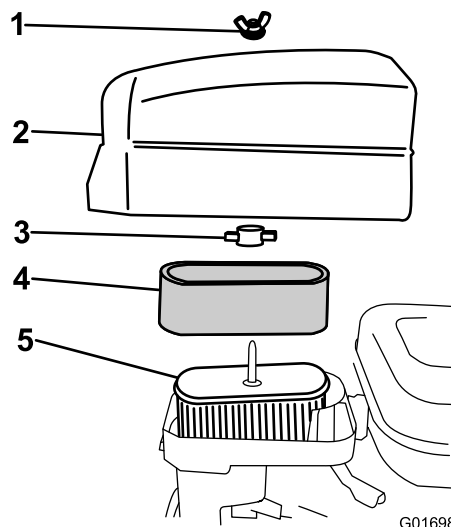

Bild 29
4. Wenn der Schaumfiltereinsatz verschmutzt ist, nehmen Sie ihn vom Papiereinsatz ab (Bild 29) und säubern ihn gründlich.